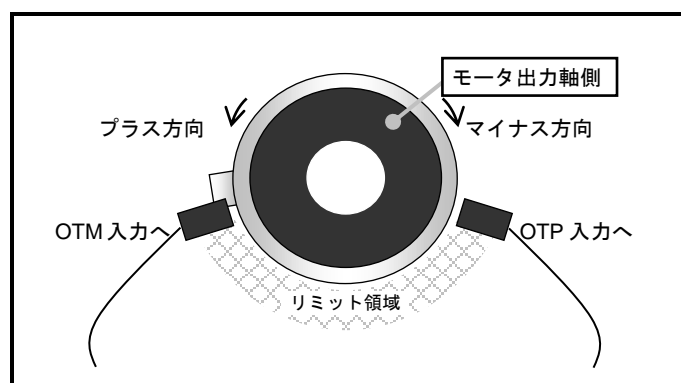

図 7-9 : パラメータ DI1 の場合のリミット通知
- 特にパラメータ DI が DI1 の場合、ハードトラベルリミットとリミット検出の関係は特殊になります。座標のカウント方向と、トラベルリミットスイッチの関係は「図 7-9 : パラメータ DI1 の場合のリミット通知」のようになります。